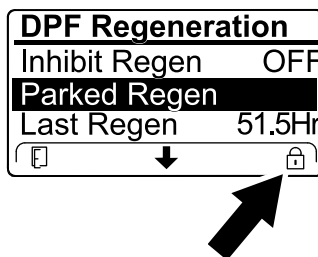

Figure 49
- Si le calculateur moteur demande une régénération d'urgence ou est en train d'en exécuter une, et que vous naviguez jusqu'à l'option PARKED REGEN, la régénération en stationnement se bloque et l'icône de blocage (Figure 49) apparaît en bas à droite de l'InfoCenter.